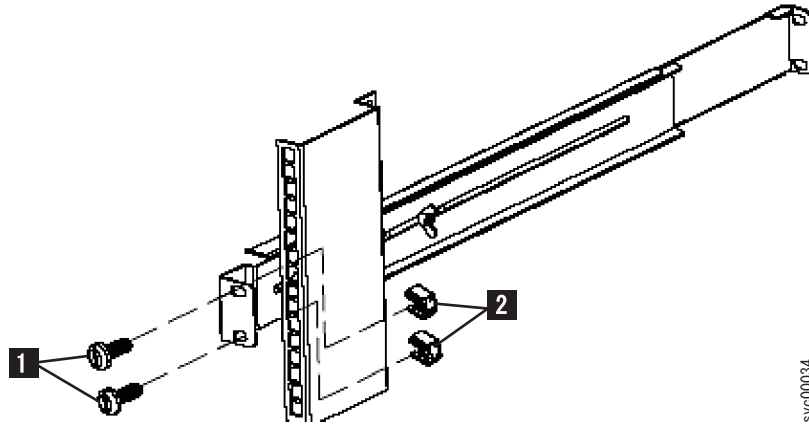

図 325. 2145 UPS-1U の後部レール取り外し
5. 2 つの M6 × 10 ねじ (355 ページの図 325 の **1**) と 2 つのクリップ・ナット (**2**) をレールの後ろ側から取り外します。